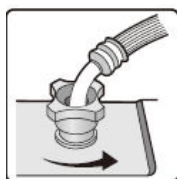

Fig. 5
3. Skru indløbsslangen på bagsiden af vaskemaskinen af (fig. 5).